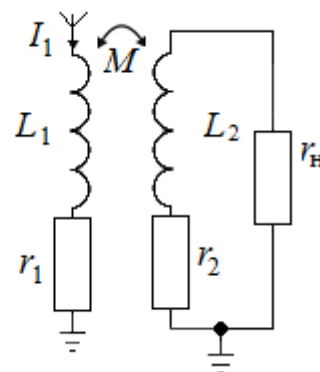

Рис. 193
2. Сигнал с частотой $f = 300 \text{ кГц}$ создаёт на катушке L_1 антенны приемника (рис. 193) напряжение $U_1 = 100 \text{ мкВ}$. Определить ток в антенне I_1 , создаваемый этим сигналом, если $L_1 = 16 \text{ мкГн}$; $r_1 = 50 \text{ Ом}$; $L_2 = 1,9 \text{ мГн}$; $r_2 = 7 \text{ Ом}$; $r_H = 10 \text{ кОм}$ и коэффициент связи $K = 20 \%$.